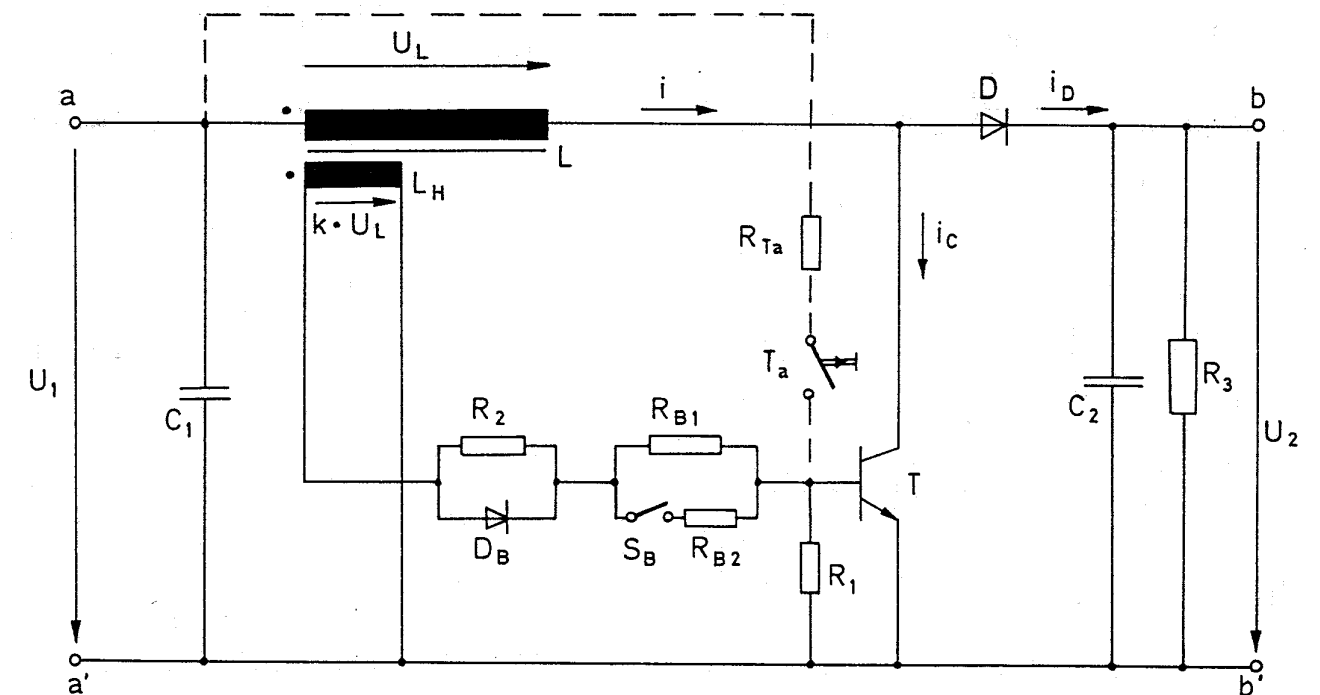

Bild 4: Schaltplan des Versuchs-Hochsetzstellers
Bild 4 zeigt den Schaltplan für den aufgebauten Versuchs-Hochsetzsteller. Anstelle des mechanischen Schalters S wurde ein Transistor T eingesetzt, verbunden mit einer Basisansteuerung.
Wenn sich aber zwischen Kollektor und Emitter eine Spannung aufbaut, wird – vergl. Bild 4 – über den nun geringeren Spannungsabfall an der Hauptwicklung L die Hilfsspannung $k \cdot U_L$ abgebaut. Dies verursacht einen kleineren Basisstrom i_B , die Kollektor-Emitter-Spannung wird noch mehr erhöht, der Basisstrom dadurch weiter vermindert, usw.
- 1) Gemäß dem Schaltplan, Bild 4, sind die einzelnen Bauelemente auf dem Versuchsbrett zu verbinden.
- Die strichliert dargestellte Leitung in Bild 4 zur Starttaste T_a ist bereits verdrahtet.